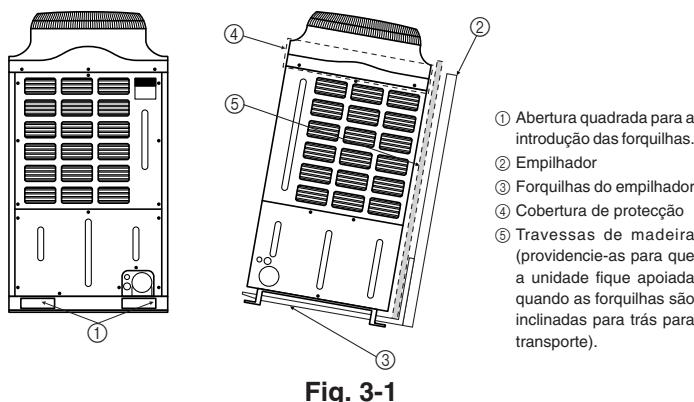

Fig. 3-1
3.1. Transporte em empilhador (Fig. 3-1)